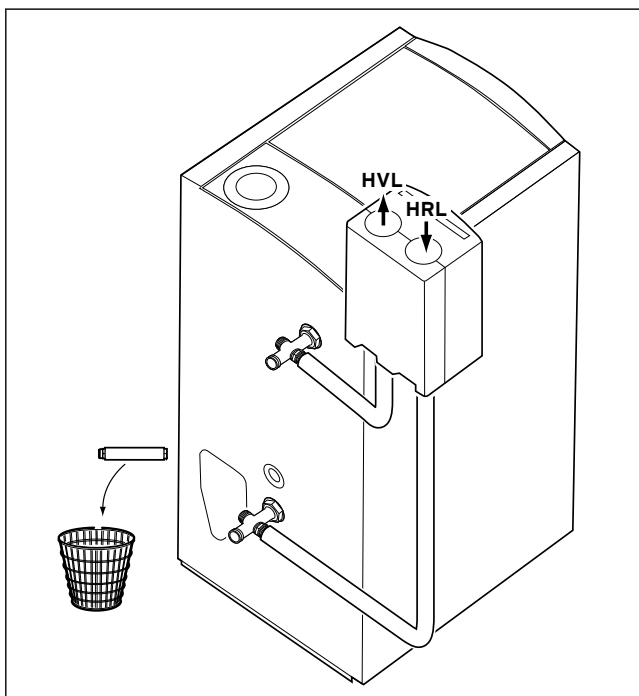

Abb. 2: Montage einer Rohrgruppe auf der linken Seite des Gerätes (Pos. 3 nicht erforderlich)
Doppelnippel aus den Anschlussstücken (4) herausdrehen (sind werkseitig nur handfest montiert). Doppelnippel mit Hanf im Anschlussstutzen des Kessels für Heizungsvorlauf (HVL) und Heizungsrücklauf (HRL (NT)) eindichten (s. Abb. 2).